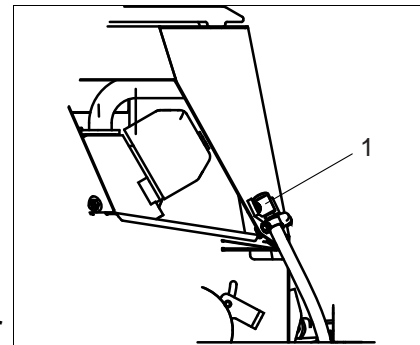

Fig.20 Mudança de Óleo
- Remova a mangueira de descarga (Fig. 20/1) do suporte e encoste-a para baixo ao longo da máquina.
- Coloque novamente a tampa na mangueira (Fig. 20/1).
- Coloque novamente (Fig. 20/1) a mangueira no suporte.